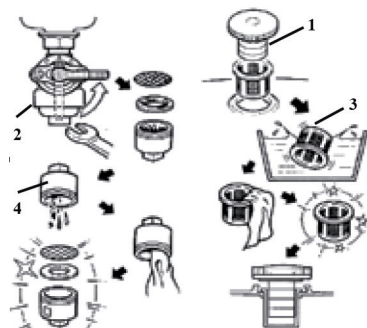

рис.6
- открутите крышку бензобака (рис.6 поз.1);
- снимите колпачок крана подачи бензина (рис.6 поз.2), стараясь не повредить уплотнение;
- удалите загрязнения с фильтров (рис.6 поз.3 и 4) про-